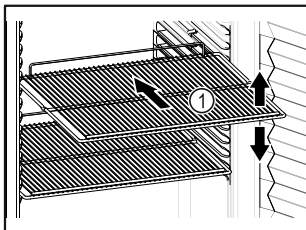

Fig. 71 Ενδεικτική απεικόνιση
- ❑ Εάν οι σχάρες Fig. 71 (1) είναι ρυθμιζόμενες, προσαρμόστε τα ανάλογα με το ύψος.